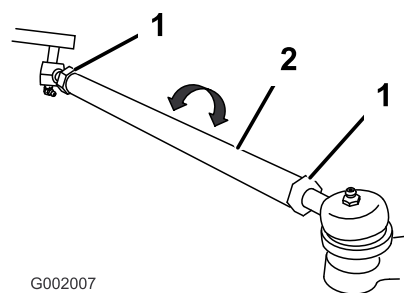

Figura 57
5. Se la misura non rientra nel campo specificato, allentate i controdadi da ambo i lati dei tiranti (Figura 57).